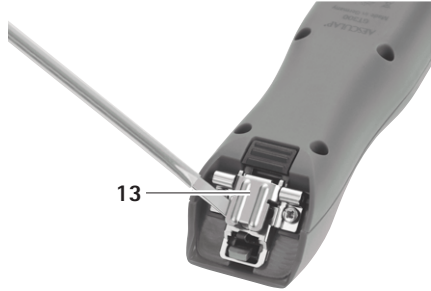

図 1
- 刃のヒンジが閉じている場合： 刃のヒンジ 13 ドライバーで開きます、を参照してください図 1。